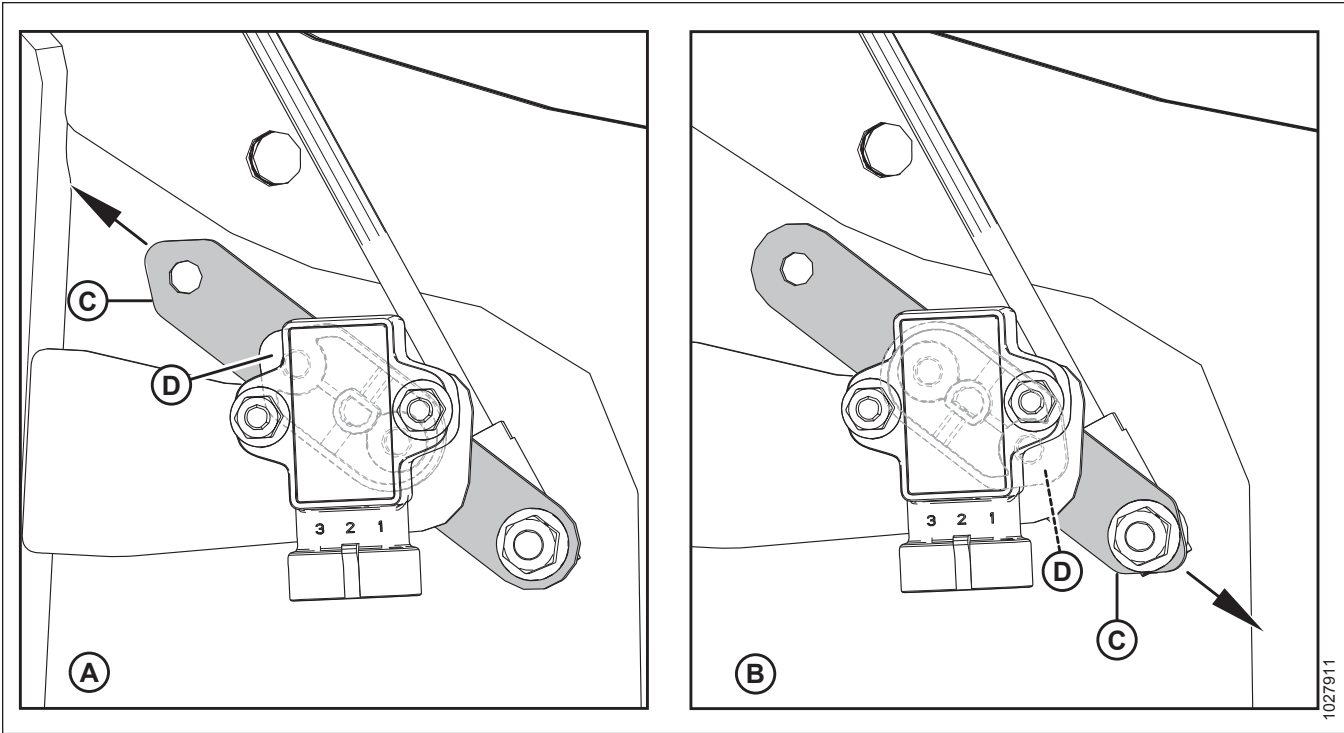

Abbildung 3.126: Konfigurationen Sensorbügel/Sensorzeiger
Prüfen, ob Sensorbügel (C) und Sensorzeiger (D) passend zur Maschine konfiguriert sind. Siehe Abbildung 3.126, Seite 112.